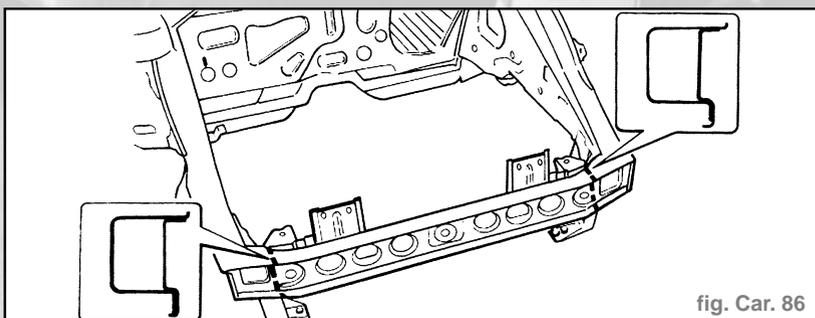

fig. Car. 86
- Nous indiquons les sections de la tôle aux endroits les plus significatifs afin de permettre à l'opérateur de régler la position et la profondeur de la découpe de façon à ne pas endommager les tôles situées en-dessous (fig. Car. 86).